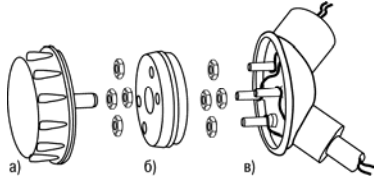

Рисунок 6.1 – Монтаж преобразователя в коммутационной головке первичного датчика
6.1 В соответствии со схемой, приведенной на рисунке 3.1, производится подключение соединительных кабелей источника питания и датчиков к четырем клеммным винтам, запрессованным в корпус коммутационной головки первичных датчиков (см. рисунок 6.1, а). Соединительные кабели закрепляются на винтах четырьмя гайками М4 с использованием нормальных шайб (по ГОСТ 11371-68).
6.2 В корпусе преобразователя расположены четыре сквозных отверстия диаметром 4,5 мм с запрессованными клеммными втулками. Этими отверстиями преобразователь надевается на клеммные винты корпуса коммутационной головки (см. рисунок 6.1). Подключение преобразователя к корпусу коммутационной головки следует выполнять по схемам, приведенным на рисунках 3.1 и 3.3.